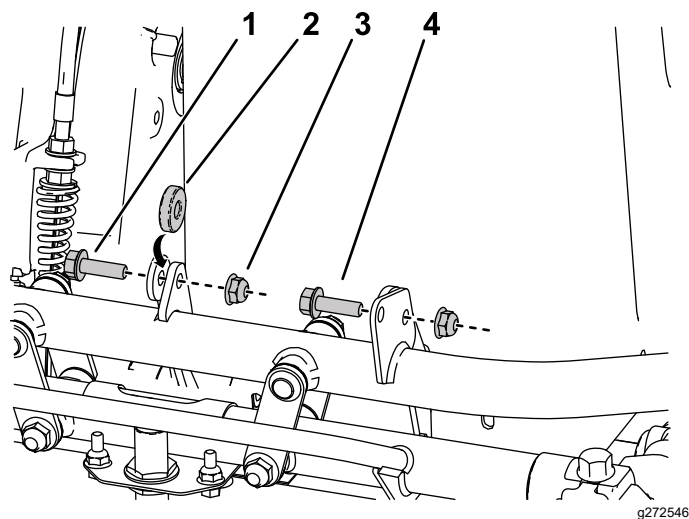

Figure 10
- Placez l'avant du socle de la batterie neuve sur le châssis et installez les fixations, comme montré à la Figure 10.